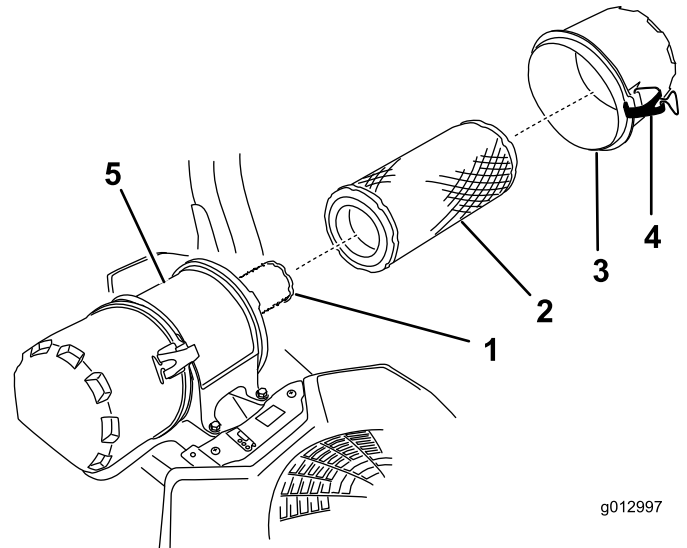

Figure 47
5. Reposez le couvercle d'entrée d'air et fixez-le avec les verrous (Figure 47).
6. Ouvrez les dispositifs de verrouillage du filtre à air et détachez le couvercle du corps du filtre (Figure 47).
8. Sortez le préfiltre du corps du filtre avec précaution (Figure 47).
2. Si vous remplacez l'élément intérieur, insérez-le avec précaution dans le corps du filtre (Figure 47).
3. Placez ensuite le préfiltre sur l'élément intérieur avec le même soin (Figure 47).
4. Remettez en place et verrouillez le couvercle du filtre à air (Figure 47).